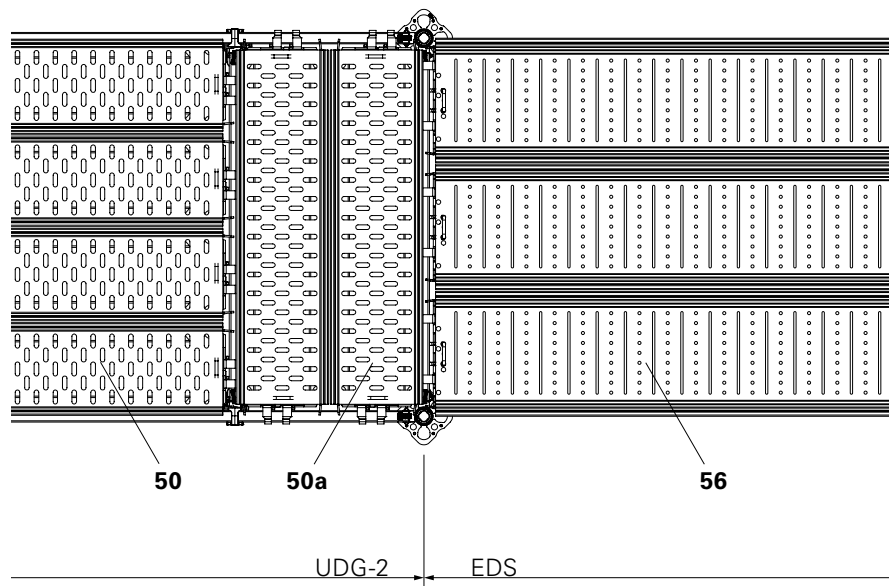

Abb. A7.02d
6. Im anschließenden Feld Beläge EDS (**55**) montieren. (Abb. A7.02d)